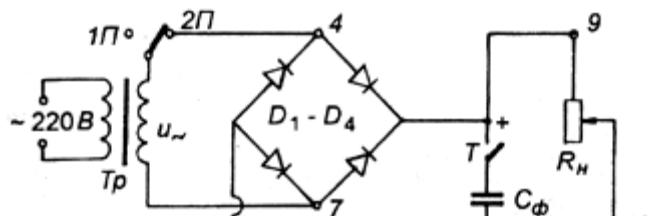

Рис.10
1. Перевести переключатель на макете в положение "Двухполупериодный выпрямитель". При этом переменное напряжение с трансформатора поступает в точки 4-7 (см. рис.10).